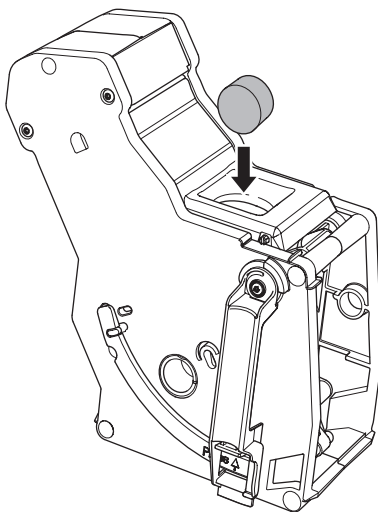

Abb. 18: Reinigungstablette in die Brühgruppe legen.
4. Stellen Sie den Kaffeesatzbehälter unter den Auslauf. 5. Entnehmen Sie die Brühgruppe und reinigen Sie die Brühgruppe, wie in Kapitel 8.2 Brühgruppe reinigen auf Seite 36 beschrieben. Schalten Sie das Gerät dabei nicht aus. 6. Legen Sie eine Reinigungstablette in die Brühgruppe (siehe Abb. 18). Setzen Sie die Brühgruppe in das Gerät ein, wie in Kapitel 8.2 Brühgruppe reinigen auf Seite 36 beschrieben.